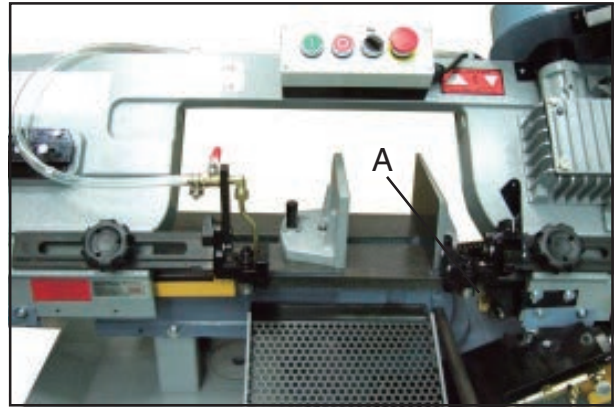

Fig. 9
4. Die Bandreinigungsbürste (A, Fig. 9) demontieren.